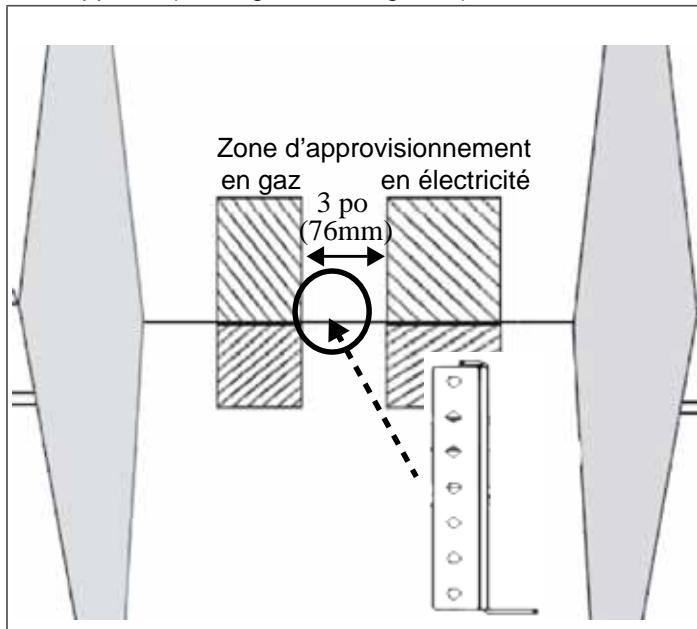
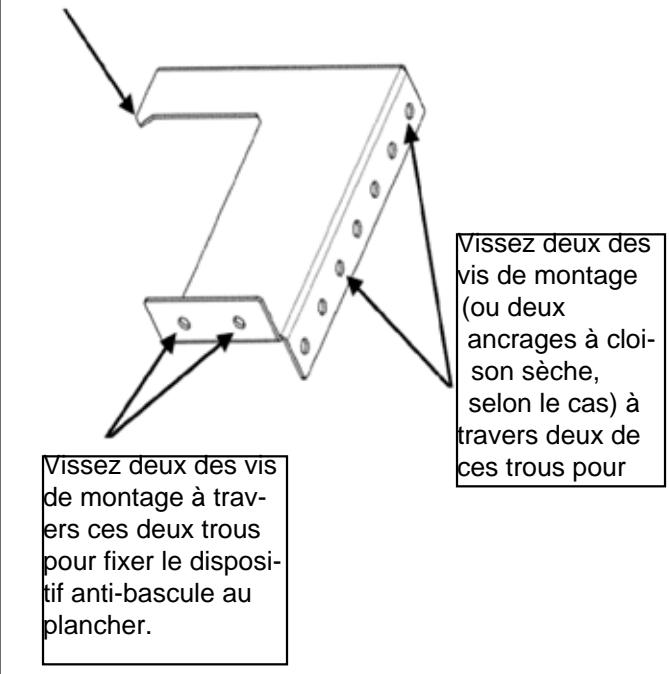

Figure 8: Emplacement pour le montage du support anti-bascule
Figure 9: Support anti-bascule
- Dans tous les cas, vous devez utiliser au moins deux vis de montage pour fixer le support anti-bascule au plancher, ou deux vis de montage (ou ancrages pour cloison sèche) pour le fixer au mur situé derrière l'appareil (voir Figure 8 et Figure 9).
- Placez le support sur le plancher près du centre de l'endroit où l'appareil sera installé (illustré sur la Figure 8).